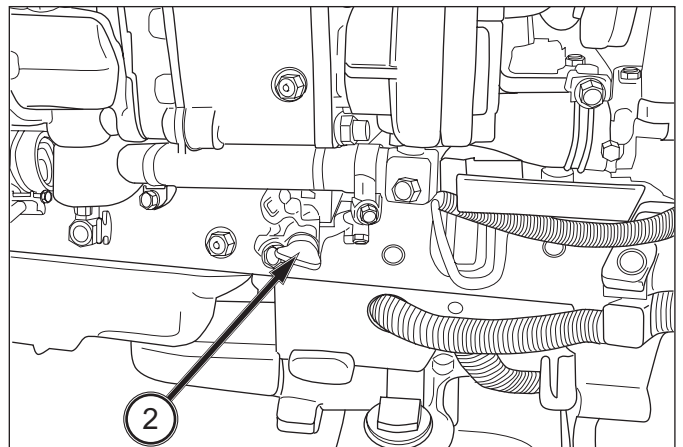

ABB. 136
ABB. 136: Mithilfe des Ablassshahns (2) kann Kühlmittel aus dem Zylinderblock und Kühler abgelassen werden. Der Ablassshahn befindet sich rechts am Motor. Durch Rost oder Schlämme verunreinigtes Kühlmittel sollte gewechselt werden. Durch das Lösen des Kühlerdeckels kann das Kühlmittel leichter abgelassen werden.